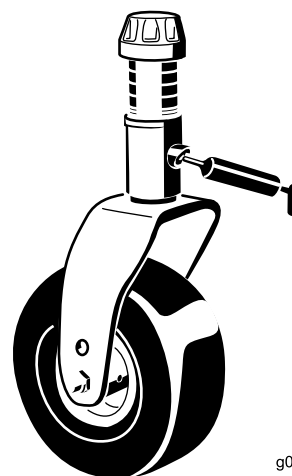

Figura 39
- Casquillos (2) del eje de la horquilla de las ruedas giratorias (Figura 39)